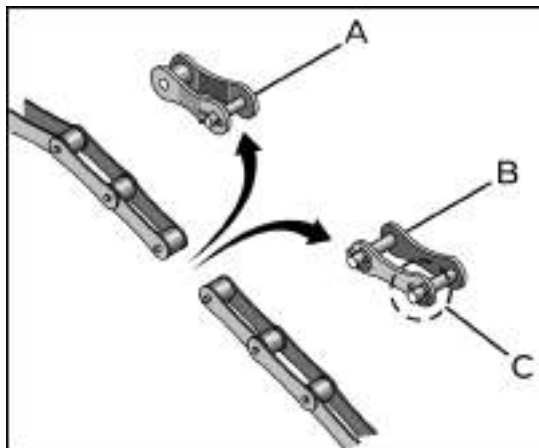

fig. 106
As correntes de transmissão saem de fábrica pré-ajustadas de acordo com a distância entre eixos das rodas dentadas. Eventualmente se for necessário alguma manutenção ou reparo de emendas (B) (fig. 106) ou reduções (A), retire o contrapino (C), fazendo a retirada do número de emendas, reduções ou elos avulsos.